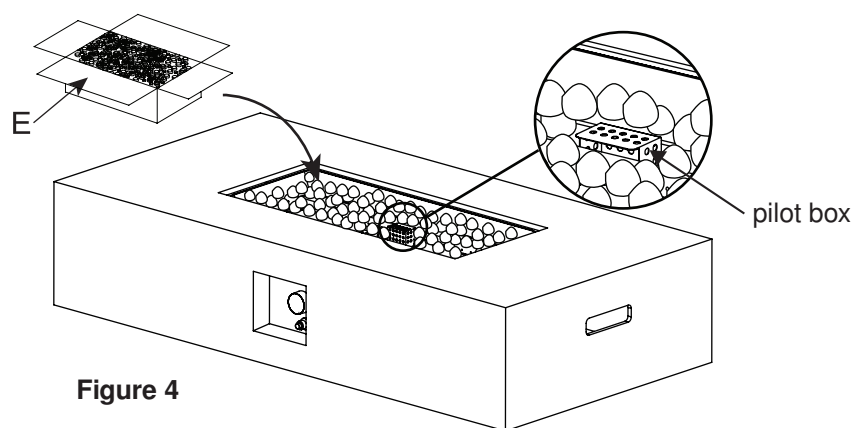

Figure 4
5. Ielejiet lavas akmeņus (E) ugunsbedres traukā (B) (skatīt Figure 4).